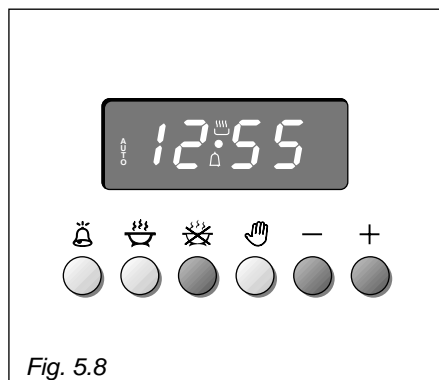

Fig. 5.8
2° MÉTODO: Programación del tiempo de cocción (Fig. 5.8)
- Establecer la hora de fin de cocción presionando el pulsador  y luego el pulsador  para avanzar, o  para retrocedersi se pasó el tiempo deseado Fig. 5.8).